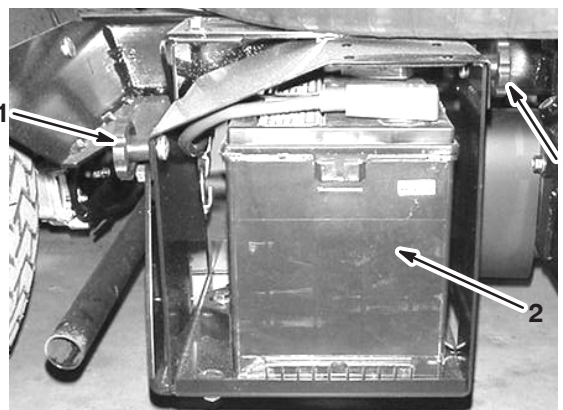

Figure 60
2. Desserrez les boutons sur les côtés du bac de la batterie et déposez le couvercle de la batterie (Fig. 60).
3. Retirez le dispositif de retenue et les fixations de la batterie (Fig. 60).
3. Posez solidement le dispositif de retenue de la batterie avec les fixations retirées précédemment (Fig. 60).
4. Posez le couvercle de la batterie et fixez-le à l'aide des 2 boutons (Fig. 60).
1. Desserrez les boutons sur les côtés du bac de la batterie et déposez le couvercle de la batterie (Fig. 60).